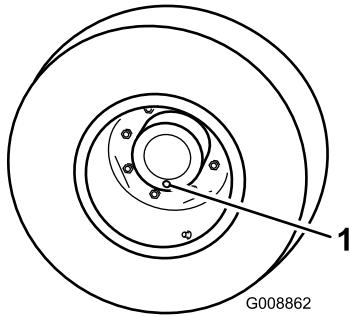

Figure 58
- Placez la machine sur une surface plane et horizontale et tournez une roue de sorte que l'un des bouchons de contrôle se trouve à la position la plus basse (6 heures) (Figure 58).